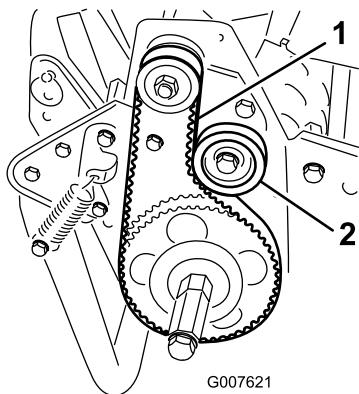

Figure 38
2. Contrôlez la tension en exerçant une force de 18 à 22 N à mi-distance entre les poulies (Figure 38).
- A. Desserrez l'écrou de fixation de la poulie de tension et faites pivoter la poulie dans le sens horaire contre l'arrière de la courroie jusqu'à ce que vous obteniez la tension voulue (Figure 38).